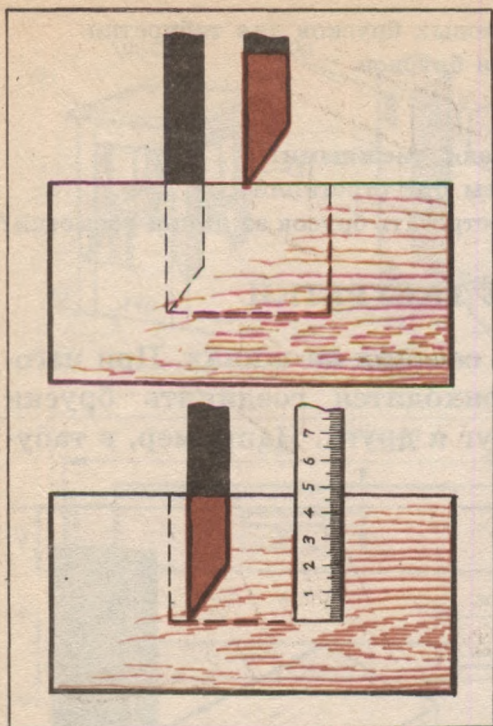

Рис. 152. Контроль глубины гнезда.
труднее, чем сквозные, хотя при работе применяют те же приемы. Но следует соблюдать особую осторожность, заканчивая долбление, чтобы случайно не пробить гнездо насквозь. Поэтому нужно постоянно проверять глубину гнезда, пользуясь линейкой или размеченным долотом (рис. 152).
3. Выдолбить все несквозные гнезда в ножках и царгах (в царгах — для сухарей) и проконтролировать их глубину (см. рис. 152).